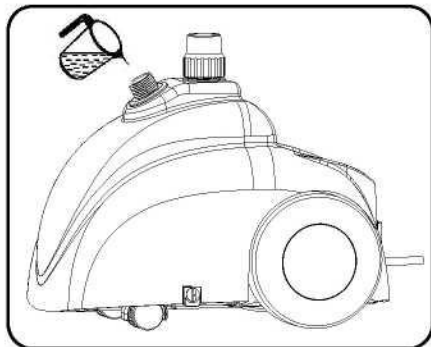

Рис. 8.
- 5- Медленно влейте раствор через отверстие для шланга, как показано на рис. 8.